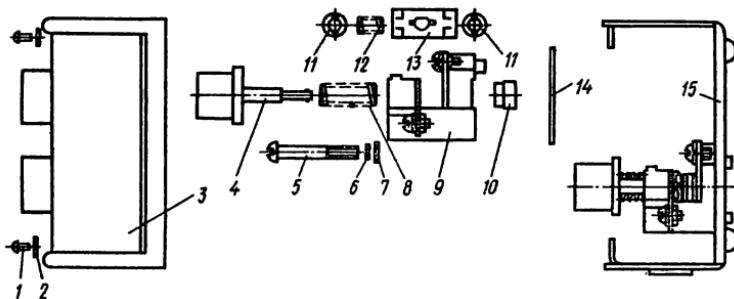

Рис. 5. Последовательность разборки кнопки КУ-122
**Кнопки управления КУ** При любых повреждениях кнопки (рис. 5) последнюю полностью разбирают. Снимают кожух 3, вывернув предварительно винты 1 и сняв шайбу 2. Вывертывают винты 5 и снимают их вместе с шайбами 6 и 7. Снимают кнопочный элемент и прокладку 14 с основания 15. После этого следует утопить